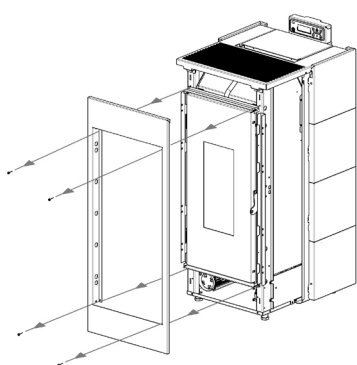

Fig. 37 - Herausnehmen der vorderen Platte
- Abdeckung wieder aufsetzen und die entsprechenden Zähnnchen zentrieren (siehe **Fig. 37**).